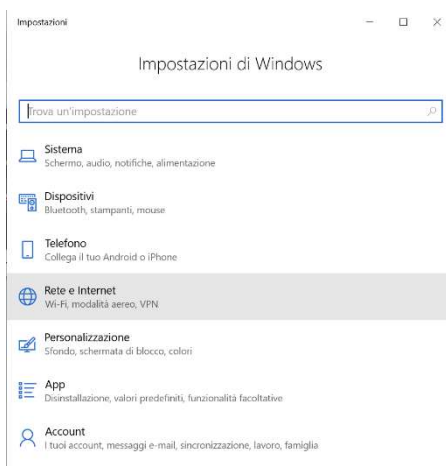

Fig. 2
3. Scegliere Rete e Internet (Fig.2)